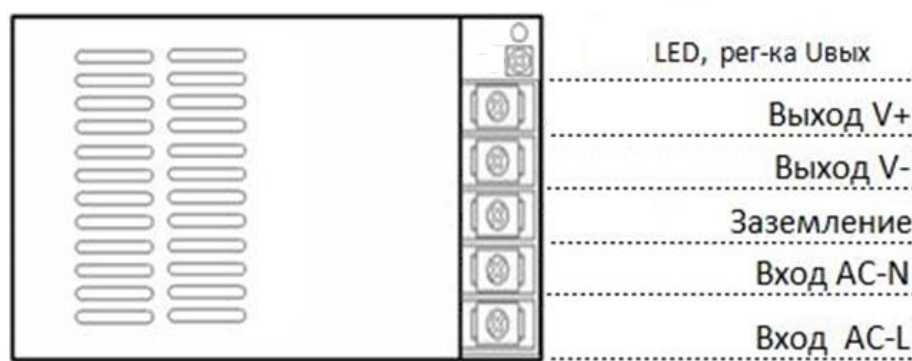

Рис.3.
- Подключение производится согласно схеме Рис.3;